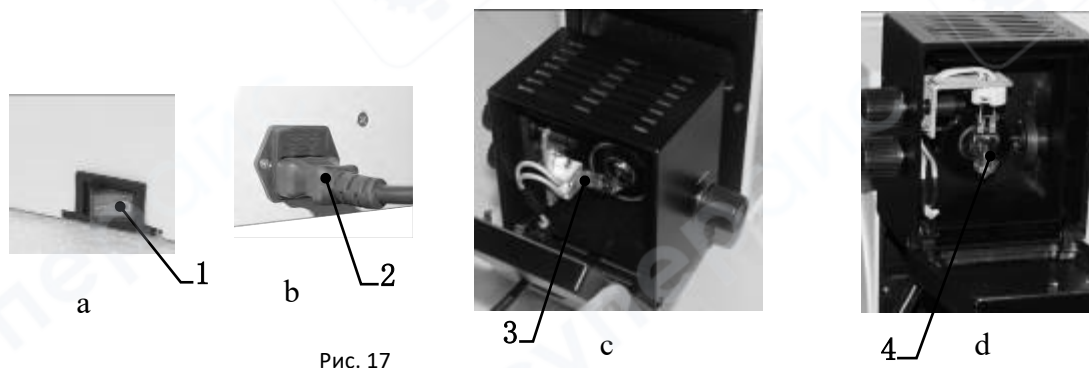

Рис. 17
(1) Выключите прибор, установив переключатель питания ① в положение «выкл.», и отключите шнур питания ②. См. рисунок 17-а, b.
(2) Подождите не менее 30 минут, пока ламповый блок и сама лампа не остынут.
(3) Нажмите на заднюю крышку лампового блока, чтобы открыть дверцу лампового отсека. Извлеките поврежденную лампу ③ или ④ и установите новую лампу. См. рисунок 17-с, d. На рисунке 17-с показан ламповый блок для микроскопа CR30, а на рисунке 17-d — для CR30BD.
(4) Подключите шнур питания и включите прибор.
(5) Проверьте и отрегулируйте центр лампы в соответствии с описанными ранее методами центровки источника света.